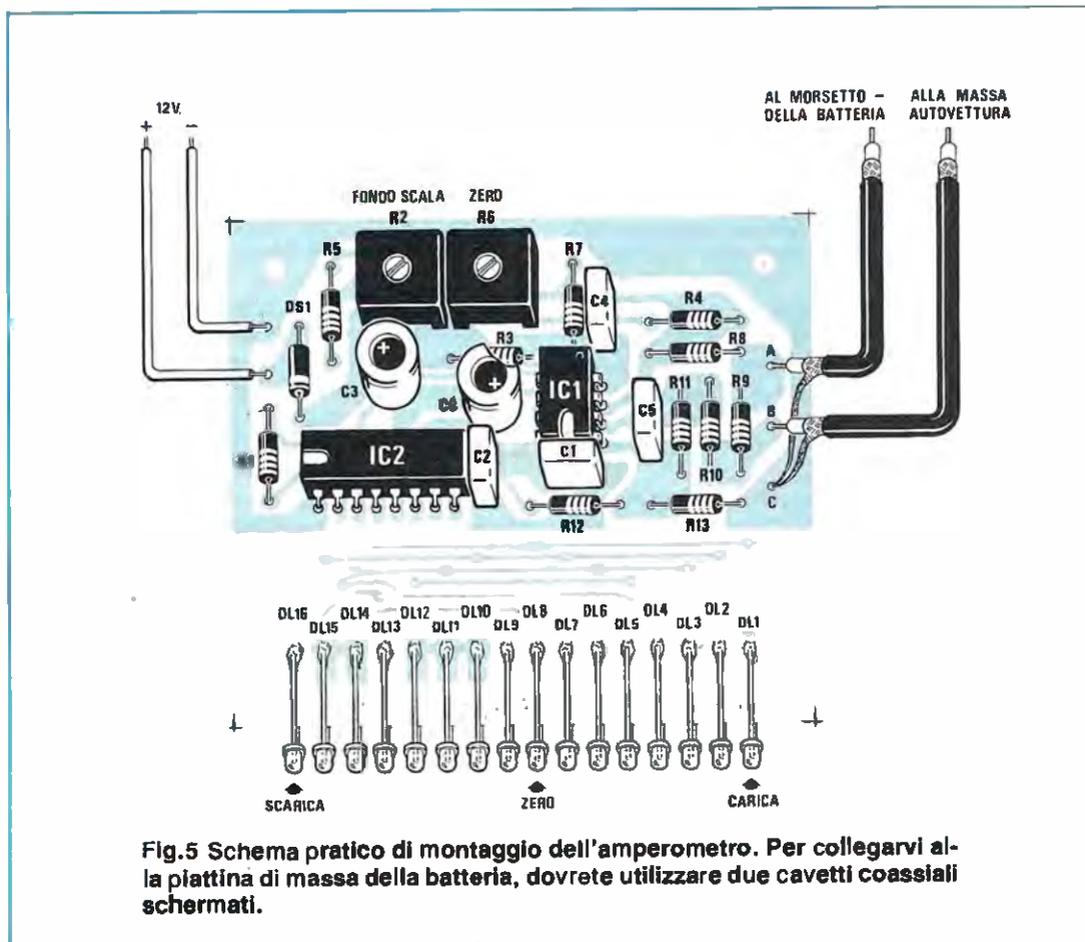

Fig.5 Schema pratico di montaggio dell'ampmetro. Per collegarvi alla piattina di massa della batteria, dovete utilizzare due cavetti coassiali schermati.
Per completare il montaggio dovete inserire gli integrati nei due zoccoli, facendo bene attenzione a posizionare la tacca di riferimento, cioè quel piccolo incavo a U, come chiaramente visibile nello schema pratico di fig.5.
Tutto il materiale necessario alla realizzazione di questo progetto (vedi fig.5), cioè circuito stampato, integrati, diodi led, più 3 metri di cavo coassiale (escluso mobile) L.18.000
Fatto questo, collegherete alle due boccole di A e K del tracciacurve (vedi fig.5) il diodo di cui vorrete conoscere le caratteristiche e:
Fig.5 Come vedesi in questa figura, il Catodo (K) del diodo andrà collegato alla boccola di sinistra. Se il diodo venisse collegato in senso opposto si otterrebbe una curva rovesciata (vedi fig.8).